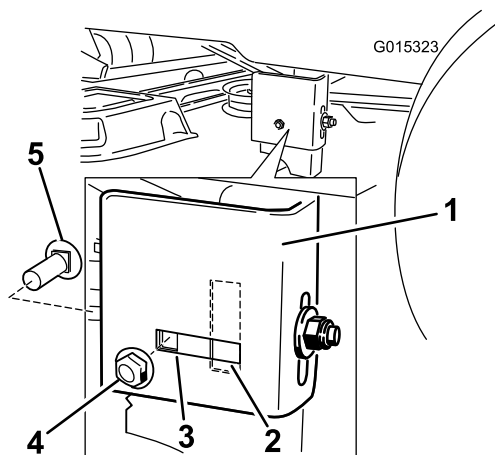

Figure 50
8. Si le boulon de carrosserie latéral est à la position fixe, retirez-le ainsi que l'écrou de blocage latéral de cette position et placez les dans l'emplacement de réglage allongé (Figure 50).